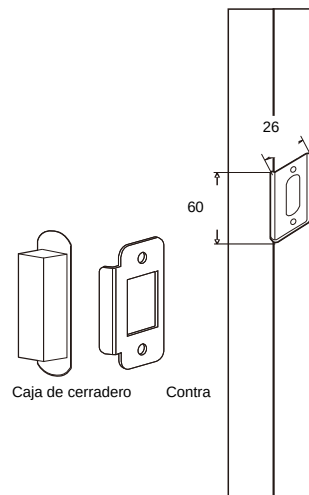

Fig. 2
1. Perfore el rebaje para la caja: profundidad 15 mm, longitud 60 mm (Fig. 2 y 3).
2. Contra: ancho 26 mm, longitud 60 mm (Fig. 2).